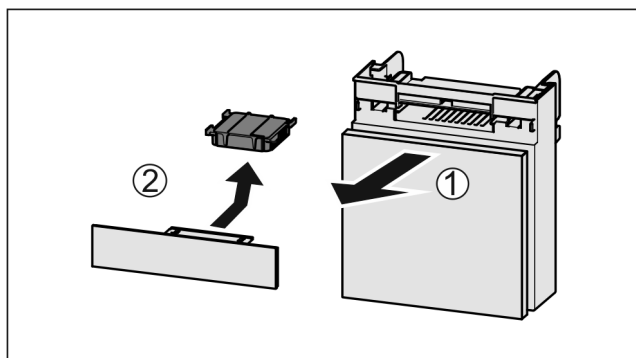

Fig. 148
- ▶ Zásuvku vytáhněte dopředu Fig. 148 (1).
- ▶ Filtr s aktivním uhlím vyjměte Fig. 148 (2).